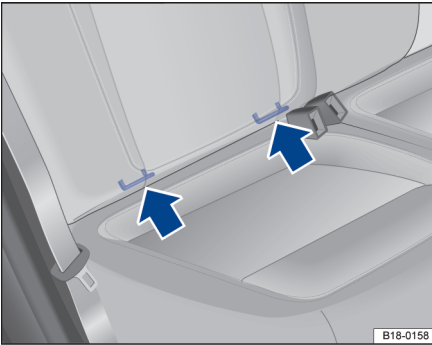

图 72 汽车座椅上的儿童座椅下部固定点标记。
- 按上图箭头所示将儿童座椅压到 ISOFIX 固定环上⇒图 72，直至听到儿童座椅的啮合声。
后排外侧座椅配有两个 ISOFIX 固定环，与车身相连⇒图 72。